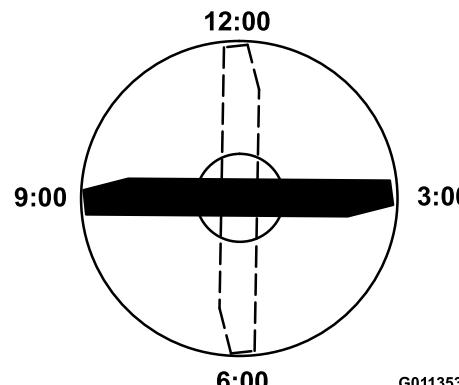

Рисунок 66
4. Установите режущую кромку отмеченного конца ножа в положение «12 часов» (строго прямо по направлению скашивания) (Рисунок 66) и измерьте высоту от стола до режущей кромки ножа.
5. Поверните отмеченный конец ножа в положения «3 часа» и «9 часов» (Рисунок 66) и измерьте значения высоты.